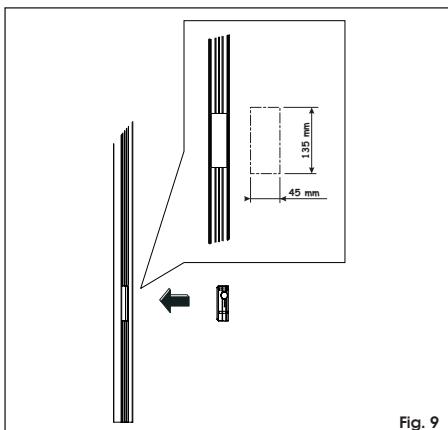

Fig. 9
- Se si utilizza questo profilo per installare il ricevitore fisso è necessario effettuare un taglio nella gomma anteriore per creare una nicchia dove alloggiare il ricevitore ad un'altezza compresa tra 50 e 55 cm da terra, utilizzando la dima di foratura fornita a corredo (vedere Fig. 9).
- Predisporre i cavi per il collegamento elettrico utilizzando la nicchia, creata sul profilo di accoppiamento (Fig. 9).